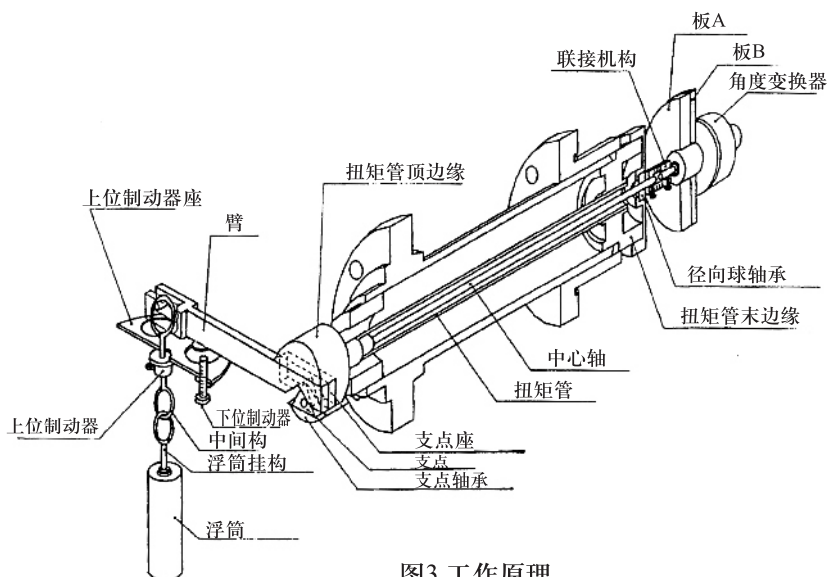

图3 工作原理
5.1、工作原理(参见图3)
如图3所示，扭矩管被扭矩管顶边缘座固定，顶边缘座则由支点支撑。浮筒所受的浮力与液位成比例，向下力的变化也与液位成比例。于是，对臂施以向下的力矩而使扭矩管产生的扭转角 ϕ 与液位的高低有一一对应的关系。扭矩管的扭转角 ϕ 通过联接机构传至角度变送器(霍尔元件型)，进而转换成4~20mA DC电信号输出。